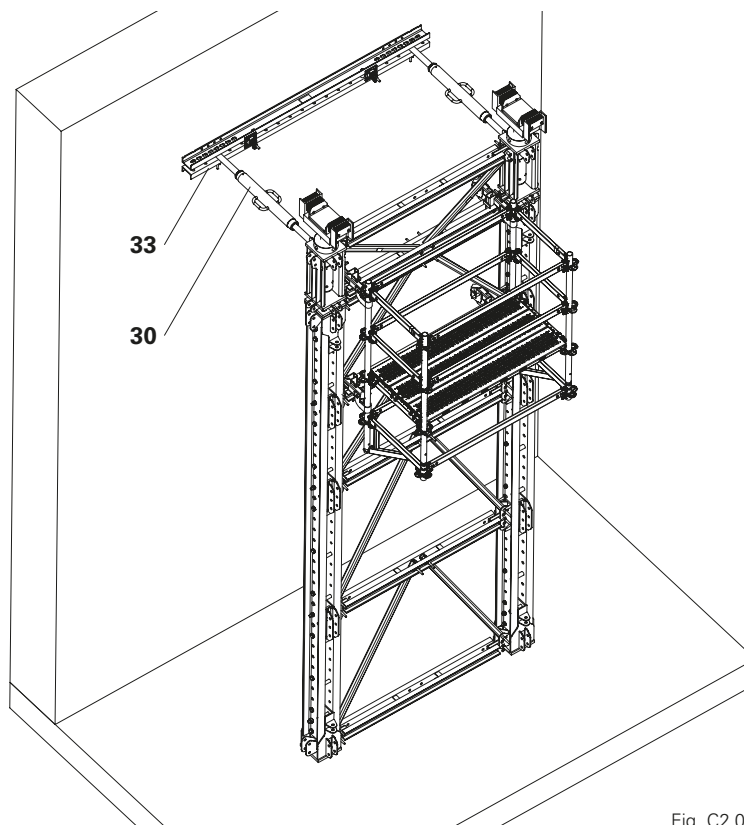

Fig. C2.03
- Per mantenere il modulo orizzontale, si possono utilizzare i fori di ancoraggio sulla spalla/pila, ad es. con la corrente in acciaio SRU U120 (**48**) e il puntone di forza SLS (**30**). (Fig. C2.03)